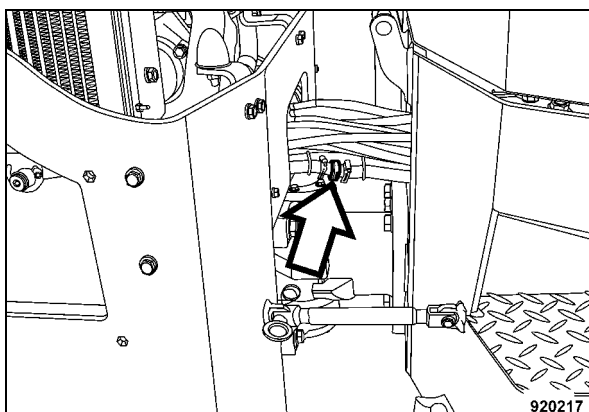

Fig. 155
- Aprire il giunto per tubi flessibili (Fig. 155) e far defluire l'acqua.